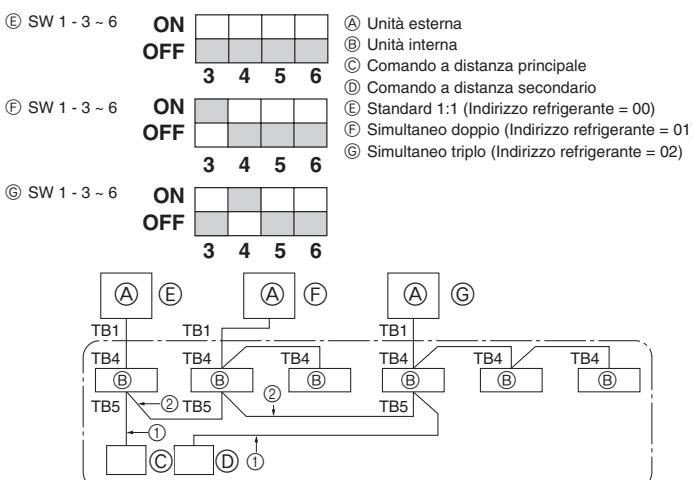

Fig. 9-1
① Alimentare l'impianto (interruttore automatico).
② Una volta che la valvola di arresto del gas si chiude, impostare lo switch SWP sul pannello di comando dell'unità esterna su ON. Il compressore (unità esterna) e i ventilatori (unità interna ed esterna) iniziano a funzionare e la fase di recupero del refrigerante comincia. I LED1 e LED2 sul pannello di comando dell'unità esterna sono accesi.
③ Poiché l'unità si ferma automaticamente circa due o tre minuti dopo il recupero del refrigerante (LED1 e LED2 sono accesi), accertarsi di chiudere velocemente la valvola di arresto del gas. Quando i LED1 e LED2 sono accesi e l'unità esterna è bloccata, aprire completamente la valvola di arresto del liquido e ripetere la fase ② dopo tre minuti.
④ Collegare l'alimentazione (interruttore di circuito).
9. Controllo del sistema (Fig. 9-1)